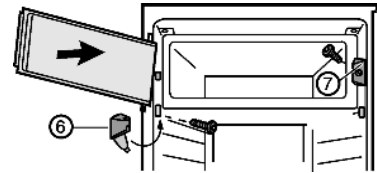

Fig. 4
- Montare l'elemento di chiusura Fig. 4 (7).
- Montare il supporto cuscinetto Fig. 4 (6) e chiudere il coperchio.